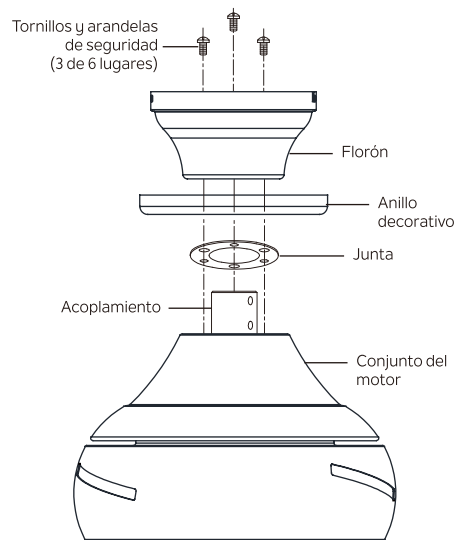

Figura 10B
Paso 4. Retire tres de los seis tornillos y las arandelas de seguridad (uno sí y uno no) de la parte superior del conjunto del motor (**Figura 10B**). Conserve los tornillos y las arandelas de seguridad.
Paso 5. Coloque la junta, luego el anillo decorativo y luego el florón sobre el acoplamiento en la parte superior del conjunto del motor. Alinee los orificios del florón y la junta con los orificios de la parte superior del ensamble del motor y ajuste la junta y el florón al ensamble del motor con los tornillos y las arandelas de seguridad que se retiraron en el **paso 4**. (**Figura 10B**).
Paso 6. Apriete los tornillos firmemente (**Figura 10B**).